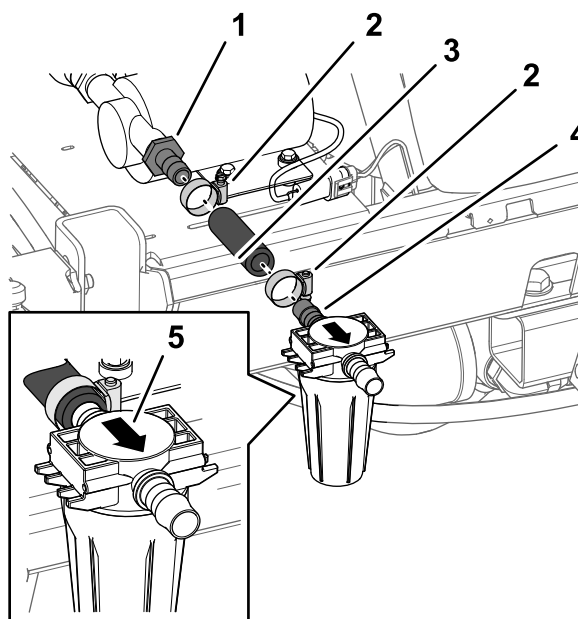
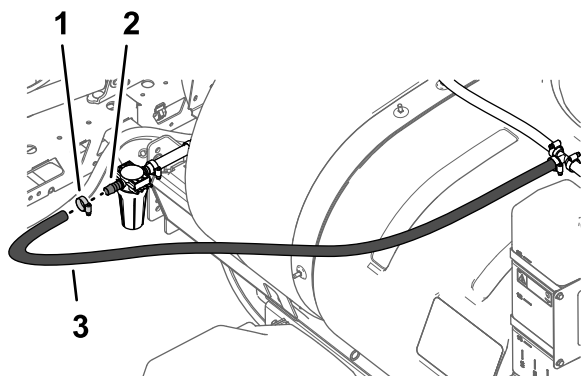

Figura 29
Figura 30
2. Montate il flessibile di 17,8 cm che avete tagliato al passaggio Taglio del flessibile \(pagina 5\) sul raccordo diritto dentellato esterno della pompa del serbatoio di lavaggio con una fascetta stringitubo e serrate la fascetta manualmente (Figura 29).
(gruppo filtro) nel flessibile di 17,8 cm con una fascetta stringitubo (**Figura 29**).
- Montate l'estremità libera del flessibile di 1,9 x 180 cm sul raccordo diritto dentellato all'uscita della testa del filtro con una fascetta stringitubo (**Figura 30**).
- Regolate la posizione della testa del filtro, in modo che il pozzetto del gruppo filtro sia verticale, e serrate le 2 fascette stringitubo manualmente (**Figura 29** e **Figura 30**).